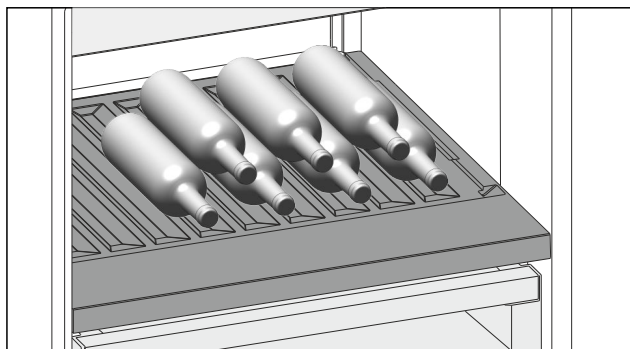

Fig. 162 Примерное изображение
- ▶ Бутылки укладывайте дном к задней стенке. (см. Fig. 162)